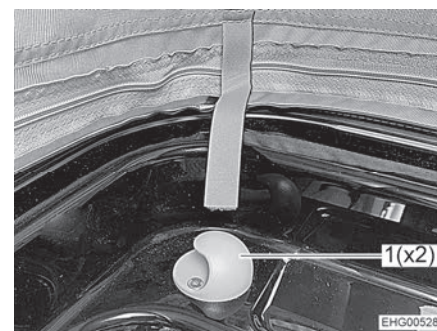

Fig. 93 Fixation
- Accrocher le filet de sécurité aux deux fixations (Fig. 93,1).